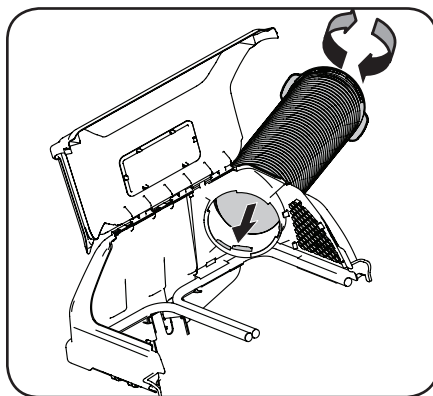

Figura 4-15
1. Enrosque el lado final superior del tubo del canal en forma segura, en el soporte superior del canal. Existen dos lengüetas en el lado bajo interno del soporte del canal superior que permiten un enrosque seguro. Consulte la Figura 4-15.